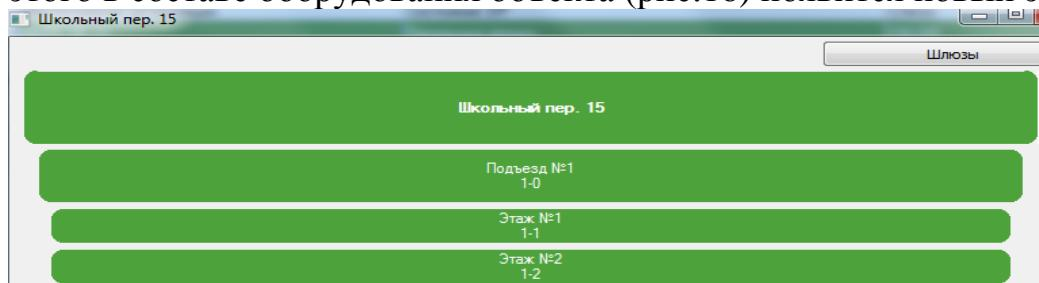
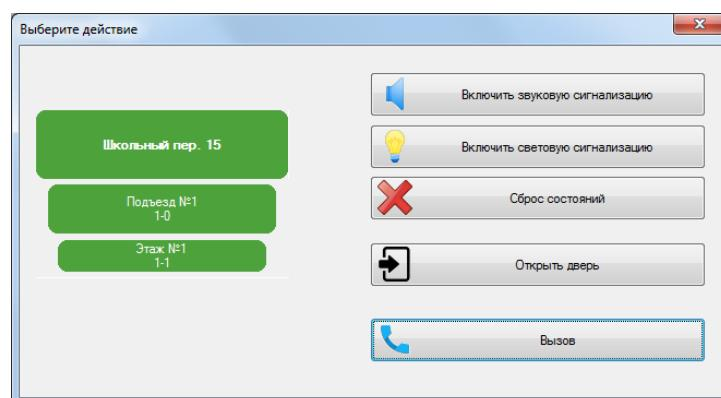

Рис.18 Добавление этажа в объекте
Рис.24 Действия удаленного диспетчера при выборе этажа
5.2.1 Из общего списка объектов АРМа (рис.13) выбрать систему, с которой будет работать удалённый диспетчер. Дважды кликнуть ЛКМ на выбранном объекте. Появится структура объекта, содержащая его состав (рис.18).
5.2.2 Для работы удаленного диспетчера с объектом в целом установить курсор на его адресе (Школьный пер. 15, рис.18) и дважды кликнуть ЛКМ.
5.2.4 Для работы удаленного диспетчера с этажом объекта установить курсор на выбранном этаже (рис.18) и дважды кликнуть ЛКМ. На экране ПК АРМа появится перечень действий удаленного диспетчера (рис.24):